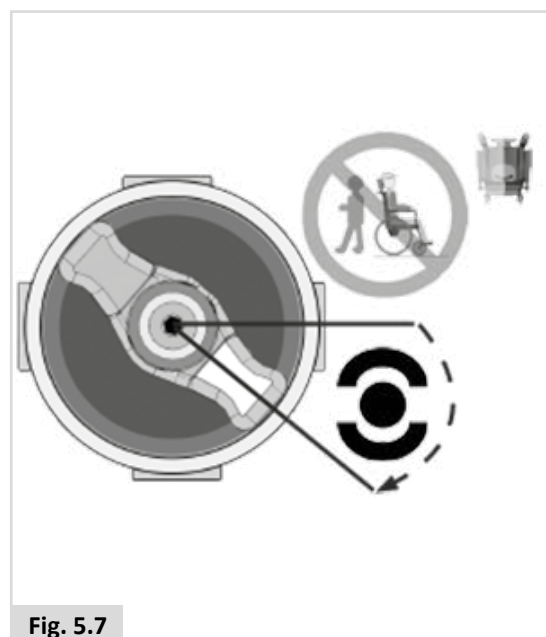
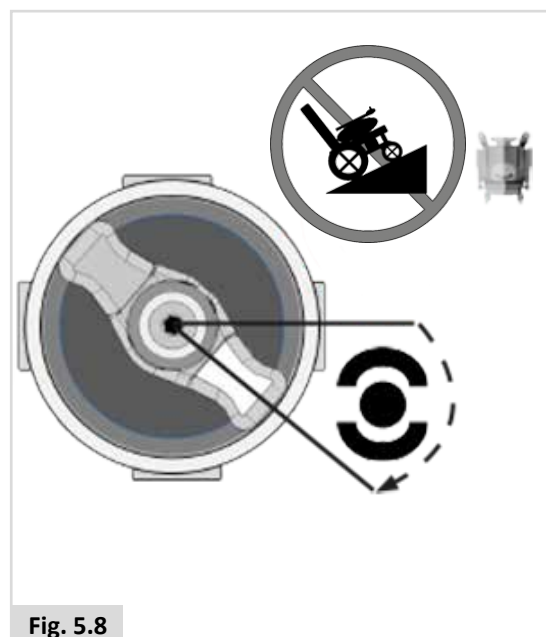

Fig. 5.7
Fig. 5.8
2. Para desengranar los motores. (Fig. 5.7 - Fig. 5.8).